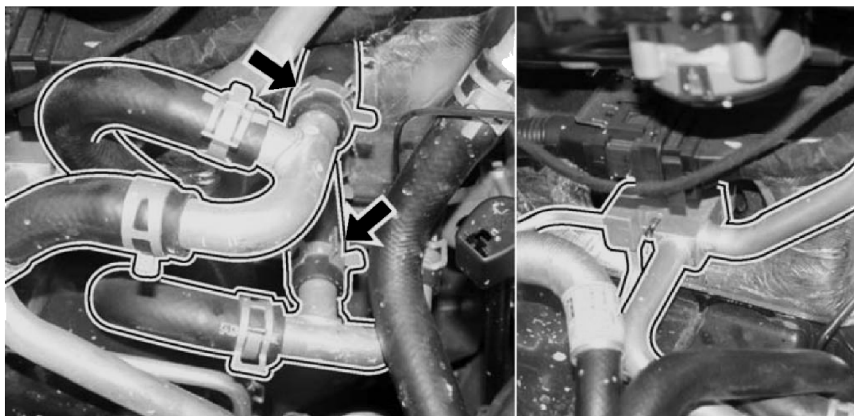

图 9-8 断开暖风软管和制冷管路
- 3) 拆下暖风软管并从空调上拆卸高压管和低压管，如图 9-8 所示。